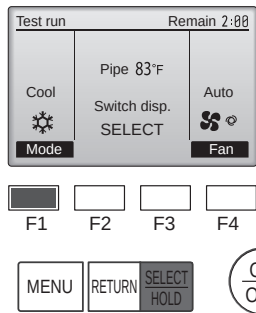

Fig. 7-5
- 1 Pulse el botón [F1] para recorrer los modos de funcionamiento, siguiendo el orden de "Cool" (Frio) y "Heat" (Calor). (Fig. 7-5)